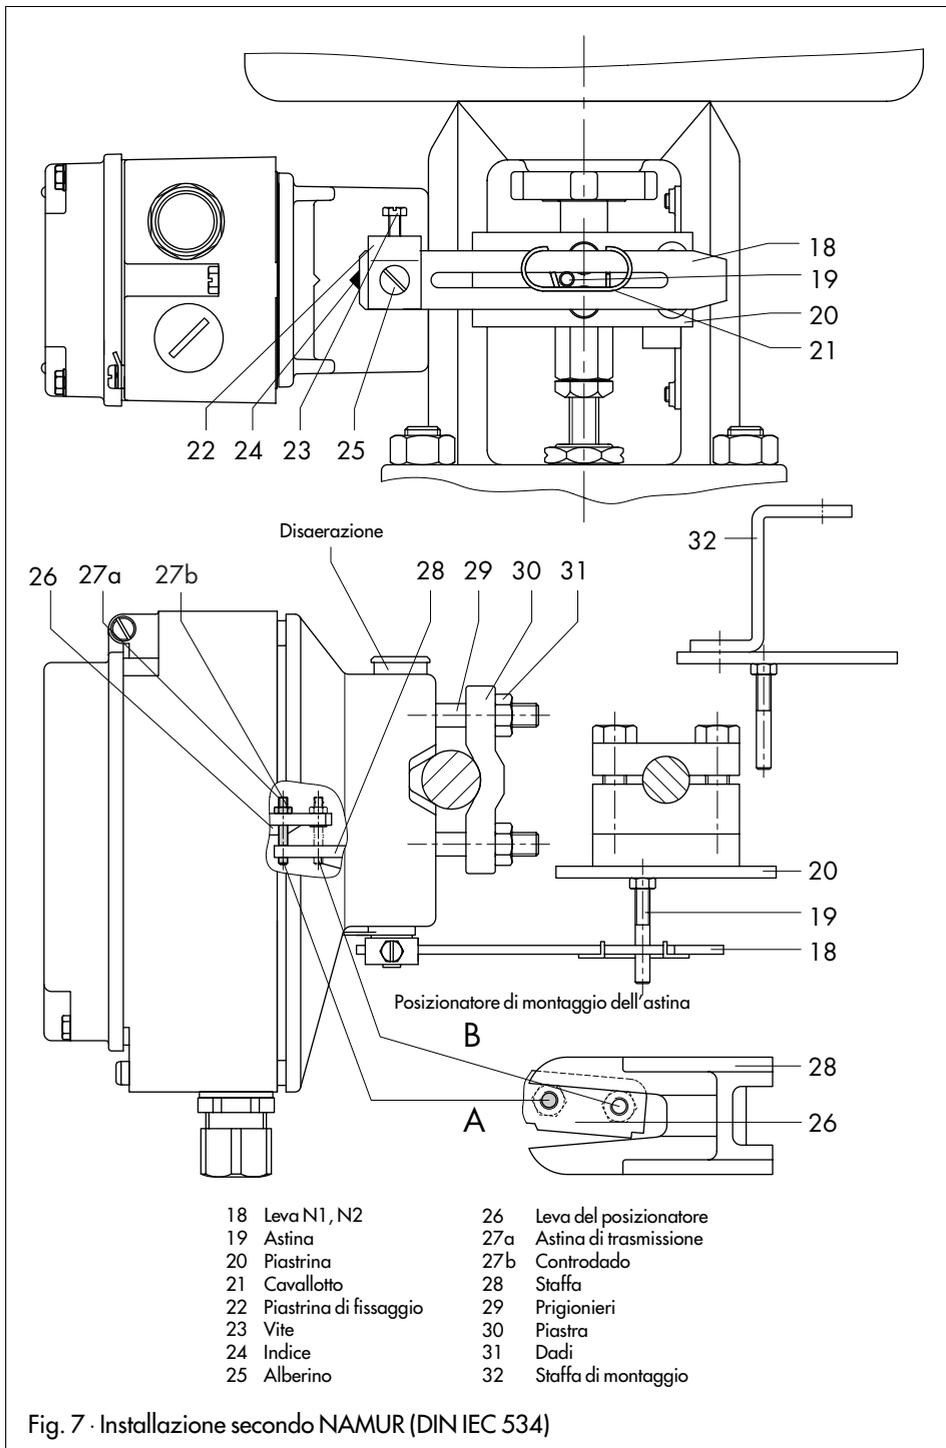

Fig. 7 · Installazione secondo NAMUR (DIN IEC 534)
posizione di montaggio: vista sulla piastra per la misura della corsa (20), attuatore verso l'alto (vedere anche Fig. 7)
Bloccare il cavallotto (21) sulla leva (18) secondo Fig. 7. Solo in caso di montaggio del posizionario con attacco per l'aria davanti (Fig. 6), il cavallotto deve essere fissato sulla leva (18) con il lato aperto verso il basso.
Avvitare l'astina di trasmissione (27) sul lato del dado incorporato sulla leva del posizionario e fissarla sul lato opposto con il dado esagonale, fare attenzione alla posizione di montaggio **A** o **B** secondo la tabella 6 e la Fig. 7.
Disporre il posizionario secondo la direzione di montaggio sulla custodia dell'adattatore in modo che l'asta di trasmissione (27) si appoggi sulla staffa (28) secondo la Fig. 7.